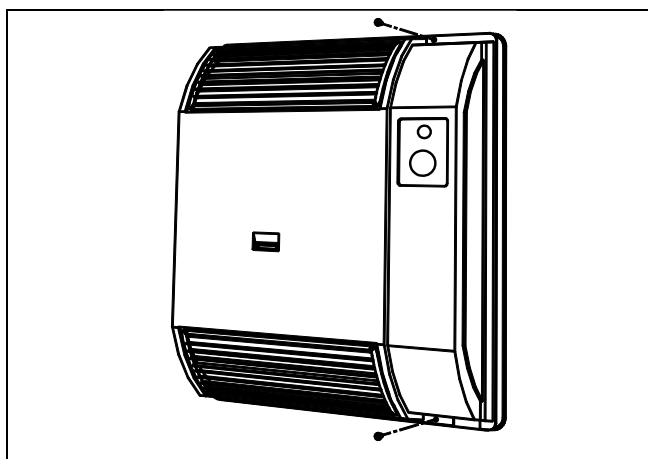

Figura 5
12. Calzare il mantello e serrare le viti di bloccaggio (vedi Figura 5).